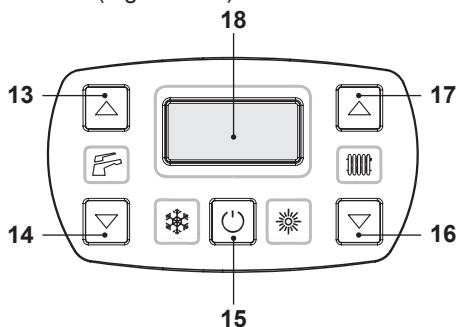
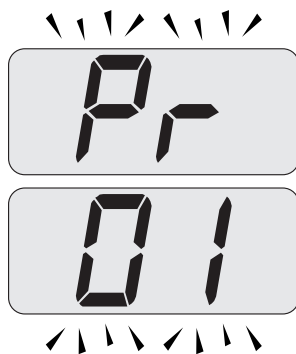
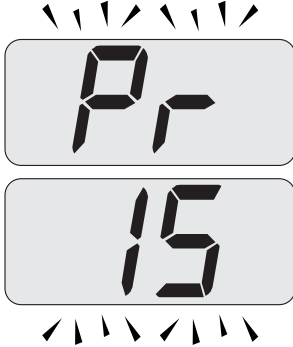

Figura 5.30
Figura 5.31
Figura 5.32
- Entre en la "modalidad de programación" pulsando simultáneamente durante 10 segundos los botones 15 - 16 - 17 (Figura 5.30) hasta que aparezcan en la pantalla LCD las letras **Pr** alternadas con el código **01**, que indican la entrada en el "parámetro 01" (Figura 5.31).
la pantalla LCD las letras **Pr** alternadas con el código **15**, que indican la entrada en el "parámetro 15" (Figura 5.32).
- Pulse simultáneamente los botones 15 y 17 (Figura 5.30) hasta que aparezca en la pantalla LCD el valor del parámetro 15 (Figura 5.33).
- Pulsando el botón 15 (Figura 5.30) se confirma el valor introducido.
- Pulsando simultáneamente los botones 15 y 16 (Figura 5.30) se sale sin modificar el valor (se vuelve a la lista de parámetros Figura 5.32).
- Pulsando simultáneamente durante 10 segundos los botones 15 - 16 - 17 (Figura 5.30) se sale de la "modalidad de programación".
De todas formas, si la temperatura ambiente no fuera agradable, se puede aumentar o reducir la temperatura de impulsión de la instalación de calefacción en  $\pm 15^\circ\text{C}$  usando los botones 16 (reducción) y 17 (aumento) (Figura 5.30).